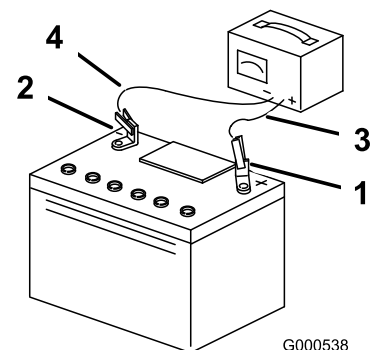

Figura 47
3. Quando a bateria estiver totalmente carregada, desligue o carregador da tomada eléctrica e em seguida desligue os cabos do carregador dos bornes da bateria (Figura 47).